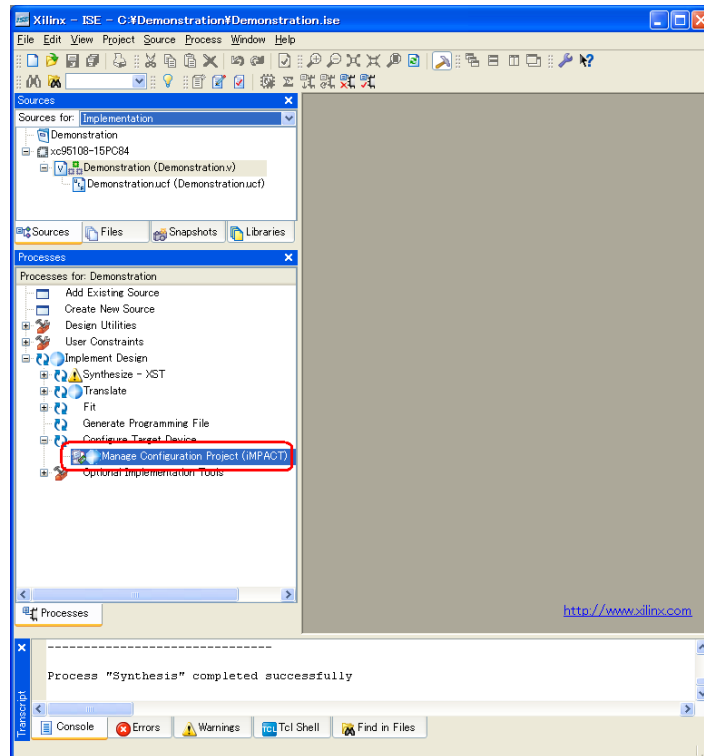

図 7.2: ダウンロードファイル作成
2. 図 7.2 のように「Manage Configuration Project (iMPACT)」をダブルクリックするとダウンロードファイルを作成することができる。